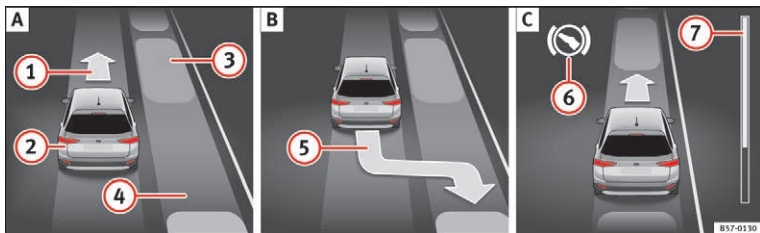
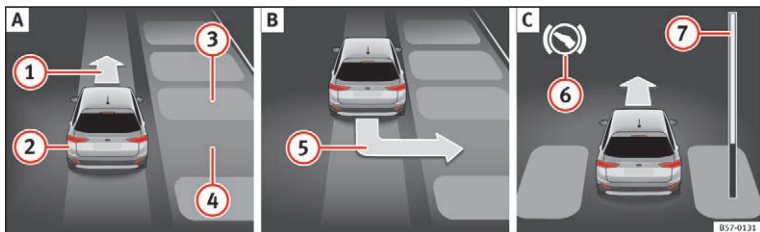

Fig. 212 I kombiinstrumentets display: Parallelparkering. **A** Søgning efter en parkeringsbås. **B** Position til parkering. **C** Manøvrering
Fig. 213 I kombiinstrumentets display: Parkering på tværs i forhold til kørebanen. **A** Søgning efter en parkeringsbås. **B** Position til parkering. **C** Manøvrering
Forklaring til **Fig. 212** og **Fig. 213**:
Statusvisningerne » **Fig. 212** ⑦ eller » **Fig. 213** ⑦ i kombiinstrumentets display, viser med et symbol den afstand, der endnu mangler at bliver kørt. Jo større afstanden er, desto mere fuld er statusvisningen. Når du kører fremad, reduceres statusvisningens
2.	Se på visningen i kombiinstrumentets display, om parkeringsbåsen er blevet registreret som egnet, og om bilen har den rigtige position til at parkere » Fig. 212 B eller » Fig. 213 B. Parkeringsbåsen betragtes som egnet, når parkeringsvisningen bliver vist i kombiinstrumentets display ⑤.
6.	Bak, indtil der lyder en permanent advarselstone fra ParkPilot. ELLER: Kør baglæns, indtil visningen af kørsel fremad » Fig. 212 A ① og » Fig. 213 A ① vises i kombiinstrumentets display. ELLER: Kør baglæns, indtil meddelelsen Park Assist afsluttet bliver vist i kombiinstrumentets display. Statusvisningen ⑦ viser den afstand, der skal tilbagelægges » Side 230.
7.	Træd på bremsepedalen, indtil parkeringsassistenten ikke længere udfører ratbevægelser. ELLER: Indtil symbolet ⑧ i kombiinstrumentets display slukker.
9.	Kør fremad indtil der lyder en permanent advarselstone fra ParkPilot. ELLER: Kør fremad, indtil visningen om at bakke bliver vist i kombiinstrumentets display. Parkeringsassistenten styrer bilen frem og tilbage, indtil bilen holder centreret i parkeringsbåsen » Fig. 212 C eller » Fig. 213 C.